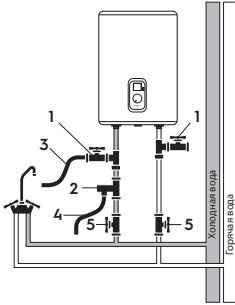

Рис. 4
Подключение обратного предохранительного клапана (рис.4, поз. 2): клапан следует устанавливать в месте входа холодной воды (удостоверьтесь, что гибкая сливная трубка (рис.4, поз. 4) установлена, на отверстие спуска давления и слива воды и направлена вниз в специальный дренаж для удаления воды).
При подключении к системе водоснабжения необходимо предусмотреть и реализовать установку индивидуальных запорных вентилей (рис. 4, поз. 5) на линии подачи холодной воды в водонагреватель и на линии выхода горячей. Индивидуальные запорные вентили по линии горячей и холодной воды, должны быть в закрытом состоянии в период неиспользования водонагревателя, проведе-
Для упрощения процесса слива воды из водонагревателя рекомендуется на входе и выходе воды из водонагревателя установить тройники (рис. 4, поз.1).
Установка водонагревателей серии Megapolis Wi-Fi существенно облегчается возможностью установить их как вертикально, так и горизонтально, в любом месте вашего дома, в отапливаемом (!) помещении как показано на рис. 4а. При горизонтальной установке водонагревателя трубы подводки должны быть расположены справа. Если необходимо реализовать систему водоснабжения на несколько водоразборных точек, используйте способ соединения (см. рис. 4–4а).
Рис. 4а
- Присоедините дренажный шланг (позиция 3 на рис. 4) к запорному крану на тройнике на входе холодной воды в водонагреватель и направьте его в канализацию, либо в место слива воды. Откройте запорный кран и дождитесь полного слива воды.